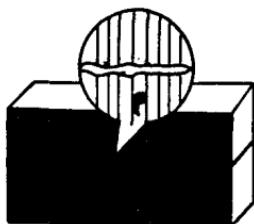

图 2-2 摩擦的产生
1. 两个相对运动的物体，接触面的凹凸不平部分互相碰撞。物体的表面不论加工得怎样精细，研磨得怎样光滑，但在显微镜下观察，表面仍是高低不平的（见图 2-2）。两个相互接触的物体，在外力作用下发生相对运动时，两物体表面的凹凸部分，就会相互碰撞，互相咬合，产生阻力。